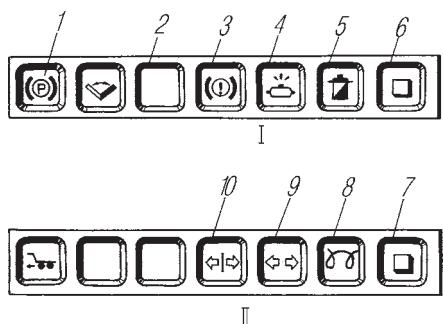

Рис. 12. Блоки контрольных ламп:
14. Перед началом движения давление воздуха в тормозной системе должно быть не ниже 440 кПа (4,7 кгс/см²). При загорании сигнализатора 4 (см. рис. 12) на панели приборов устранить неисправность в пневматической части привода.
15. При эксплуатации автомобиля, особенно в тяжелых дорожных условиях (песчаные, грязные дороги и т. д.), необходимо следить за состоянием тормозов и своевременно регулировать зазоры между колодками и барабанами. При неисправности загорается контрольная лампа 3 (см. рис. 12) на панели приборов.
16. Перед началом движения проверить исправность сигнализаторов блоков контрольных ламп (см. рис. 12).
При увеличении сопротивления масляного фильтра (засорение фильтрующего элемента, повышенная вязкость масла при низкой температуре) сигнализатор 5 (рис. 12) загорается красным светом. Свечение его допустимо только при пуске и прогреве двигателя. Сигнализатор 2 загорается красным светом при аварийном повышении температуры охлаждающей жидкости выше 90 °С. Допускается кратковременная (не более 10 мин) работа двигателя при температуре до 95 °С.